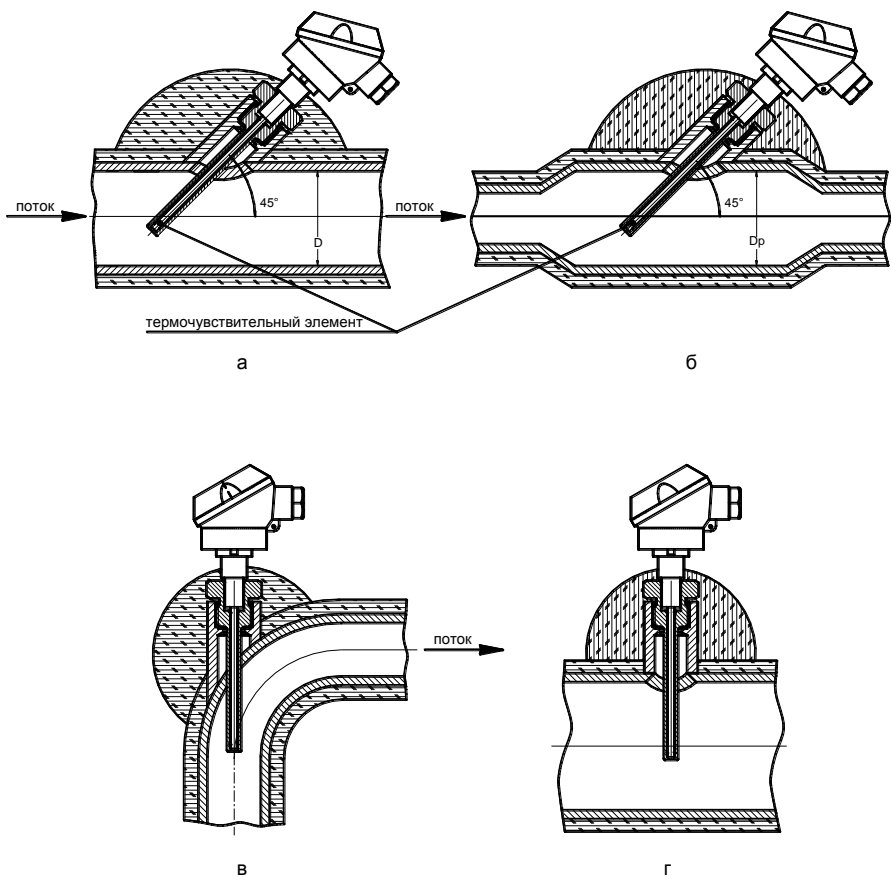

Рис.9
5.2.2 Если условия, указанные в пункте 5.2.1 не выполняются, то допускается применять расширитель (рис. 9б).